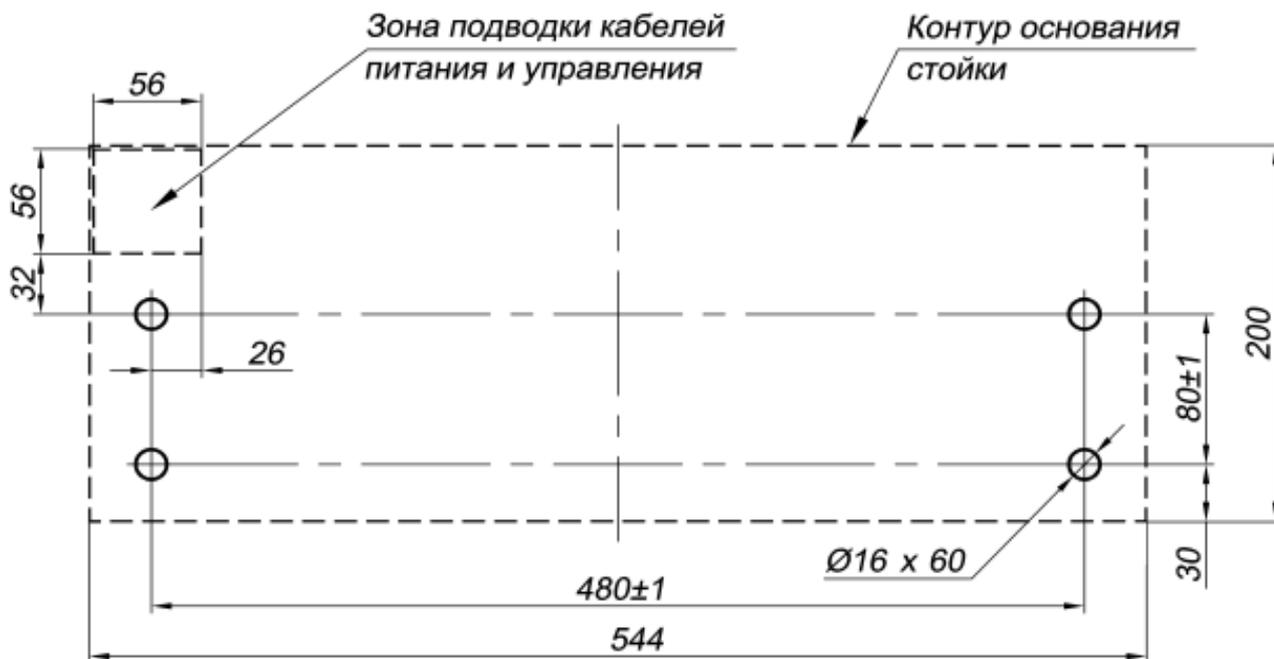

Рисунок 11. Схема разметки для установки стойки ЭП
4. Выполните на установочной поверхности в соответствии со схемой на рис. 11 разметку отверстий для монтажа стойки. Размер отверстий на схеме указан для анкеров типа PFG IR 10-15 («SORMAT»), при использовании других типов анкеров необходимо выполнять отверстия соответствующих им диаметра и глубины.
5. При необходимости прокладки кабелей под поверхностью пола подготовьте в полу кабельный канал, подходящий к одной из зон подводки кабелей, указанных на рис. 11.